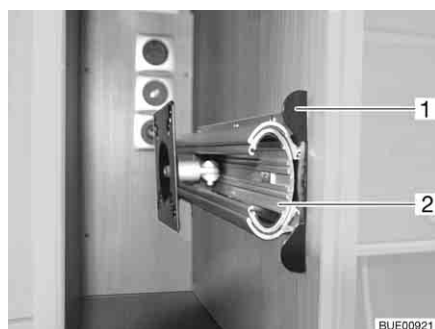

Fig. 46 Support dans le meuble de télévision
- Enfoncer la barre de déverrouillage (Fig. 46,1).
- Faire entièrement sortir la rallonge (Fig. 46,2).
- Faire coulisser la rallonge (Fig. 46,2) jusqu'à ce que la barre de déverrouillage (Fig. 46,1) s'encliquette.